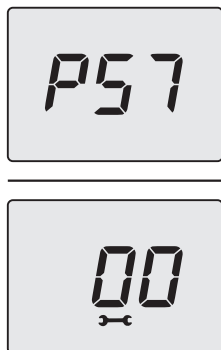

Figura 5.28
- Premere per 1 sec. il tasto 14 (Figura 5.24) per entrare nel parametro selezionato. Il display visualizzerà quanto segue (Figura 5.28).